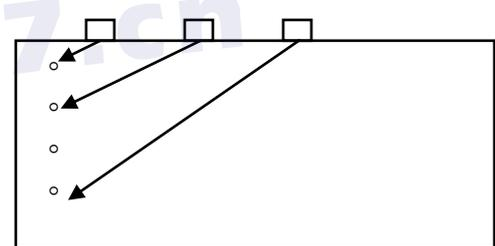

图 3
3) 作 DAC 曲线：长按 **零点/调校** 键，按<3>制作 DAC，按 **确定** 键开始测试，如图 3：将斜探头放在 CSK-III A 试块上，寻找 10mm 深孔的最高回波，按 **增益** 键使回波到 80%，按 **+** 键锁定回波，按 **确定** 键完成第一